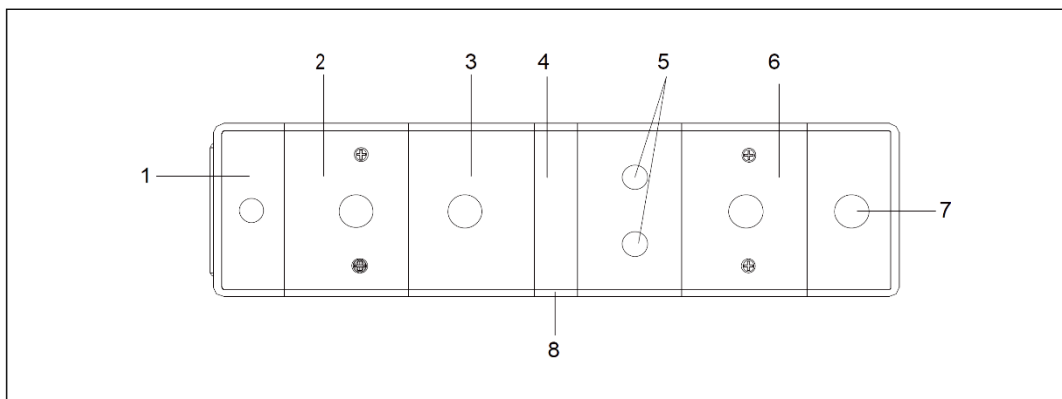

Figura 3-44 Setas de combinação traseiras esquerdas
- 4 Setas de combinação traseiras esquerdas (na parte traseira esquerda da estrutura do chassi) Consulte a Figura 3-44.